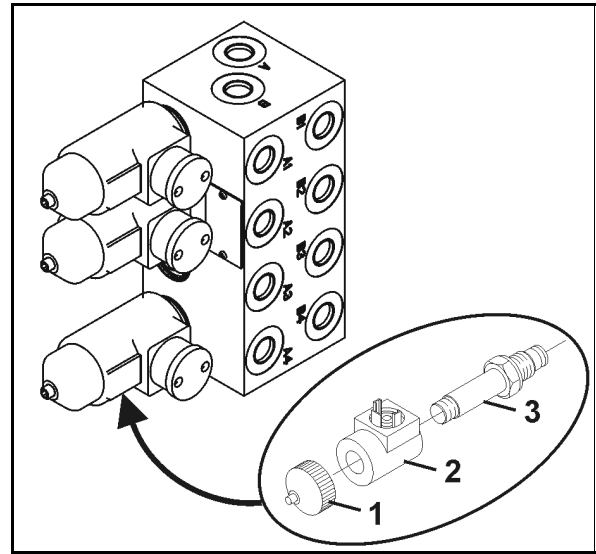

Рис. 94
2. Отверните колпачок электромагнитного клапана (Рис. 94/1)
3. Снимите катушку электромагнитного клапана (Рис. 94/2)
4. Выверните толкатель (Рис. 94/3) с седлами клапана и очистите сжатым воздухом или гидравлическим маслом.